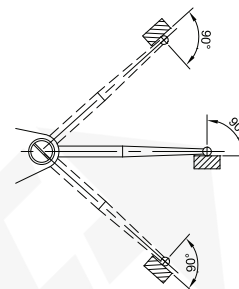
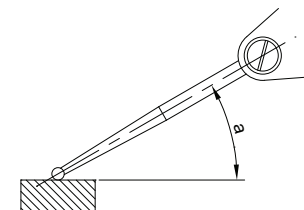

fig.4
fig.5
3. Durante la misurazione, i tasti devono essere perpendicolari alla direzione di misurazione (fig. 4). Quando i tasti formano un angolo rispetto alla direzione di misurazione (fig. 5), è necessario effettuare la seguente correzione.